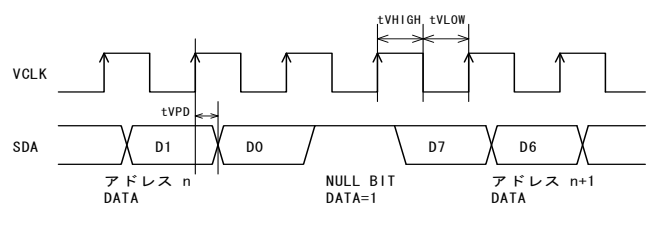

Fig.7 データ出力間の NULL BIT
- ・データリード時、あるアドレスのデータとその次のアドレスのデータとの間にNULL BIT (“1” データ) が出力されません。(Fig.7 データ出力間のNULL BITを参照下さい。)